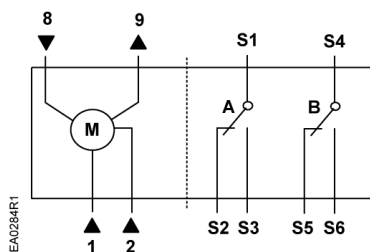

Figure 28. GDE16x Wiring Diagram.
1. Connect all wires per Figure 28.